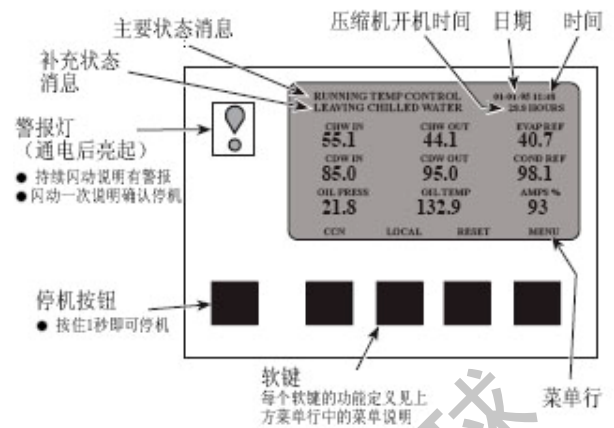

图 14 — CVC/ICVC默认界面
- 如果15分钟没按下任何软键，且机组不在抽空降压状态，CVC/ICVC显示屏会自动返回默认界面（图14）。